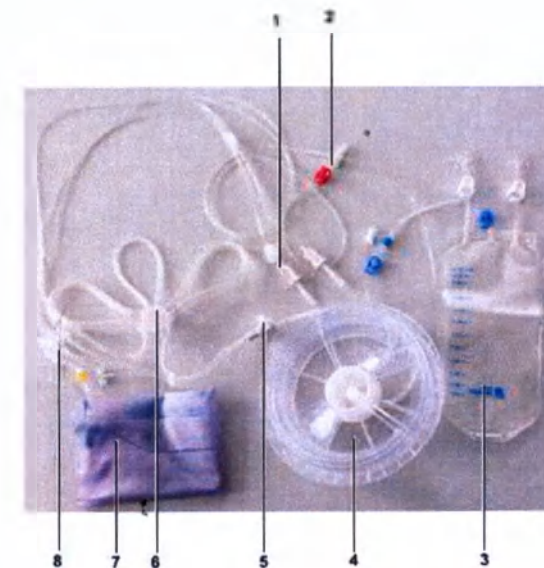

Рис. 25 Аутоотрансфузионный комплект АТЗ
- Достать реинфузионный мешок (см. Рис. 25, поз. 3) и прикрепить его к правой инфузионной стойке.
- Достать реинфузионный мешок (см. Рис. 25, поз. 7) и закрепить на правой стороне аппарата CATSmart на предназначенных для него крюках.
- Достать устройство сопряжения насоса (см. Рис. 25, поз. 6), устройство сопряжения центрифуги (см. Рис. 25, поз. 5) и камеру отмывки (см. Рис. 25, поз. 4)
- Вставить камеры Hct (см. Рис. 25, поз. 8) в корпус камеры
- Подсоединить магистраль крови (с красным зажимом) (см. Рис. 25, поз. 2) к резервуару крови (резервуар ATR).
- Подсоединить магистраль физраствора (одна из двух магистралей с белым зажимом) см. Рис. 25, поз. 1) к мешку с физраствором